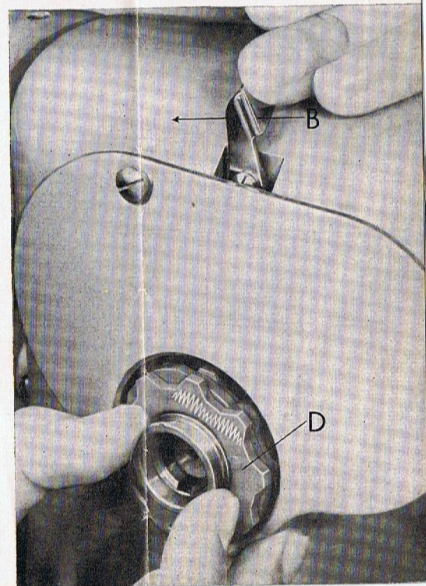

Abbildung 5
- gleichzeitig Schablonenblock **D** (Abb. 5) herausziehen.